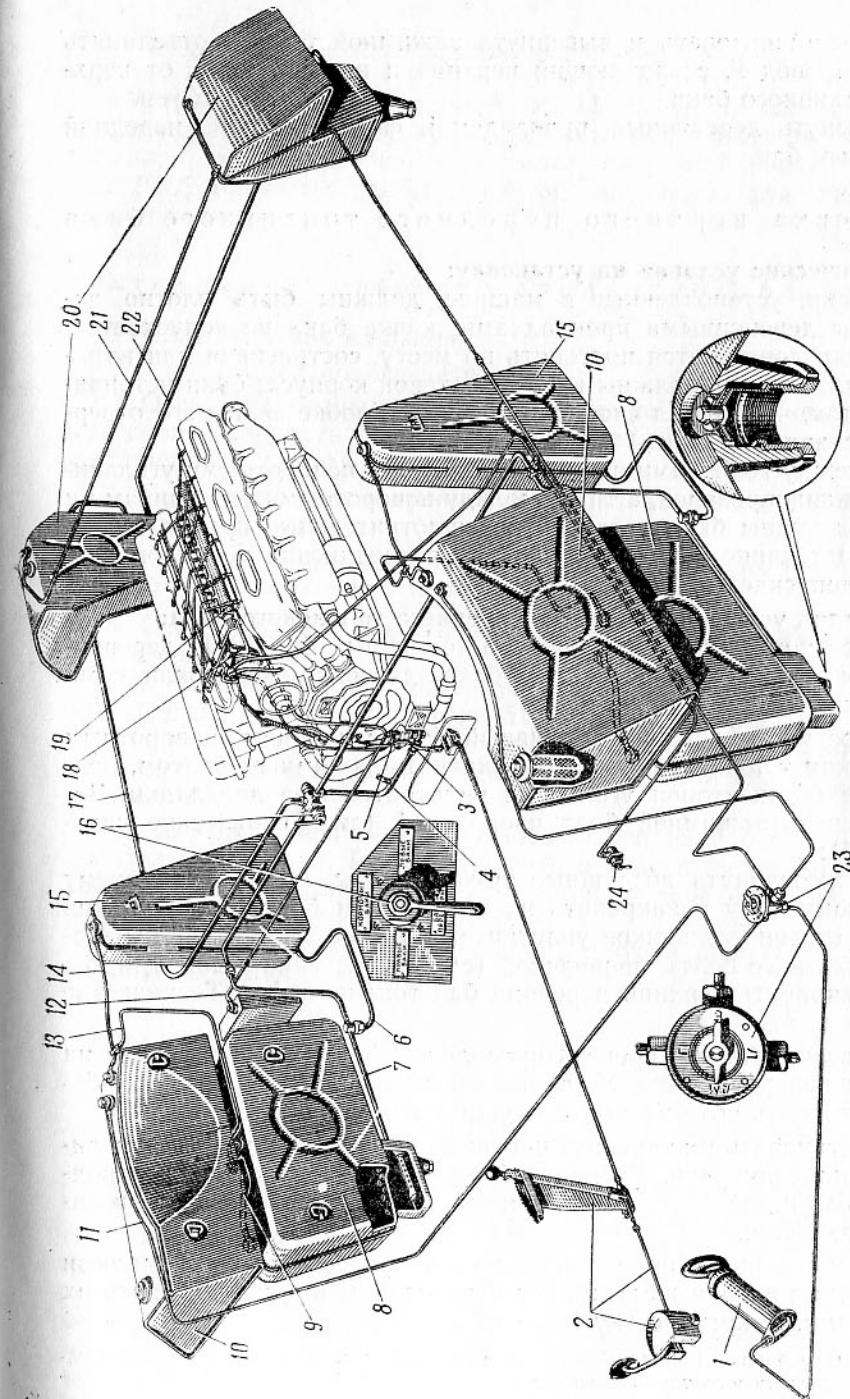

Рис. 51. Система питания топливом:
6. Расшплинтовать и вывернуть зажимные болты и отъединить воздушные трубопроводы 11, 13 (рис. 51) от верхнего топливного бака 10.
6. Расшплинтовать и вывернуть зажимной болт и отъединить воздушный топливопровод 13 (рис. 51) от нижнего топливного бака 8.